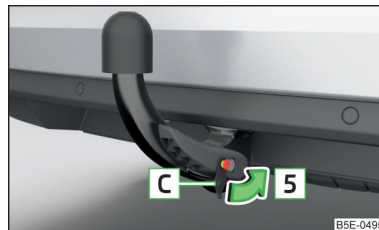

Fig. 166 Colocar la tapa sobre la cerradura
- Colocar la tapa [C] en la cerradura en el sentido de la flecha [5] » fig. 166 » !.